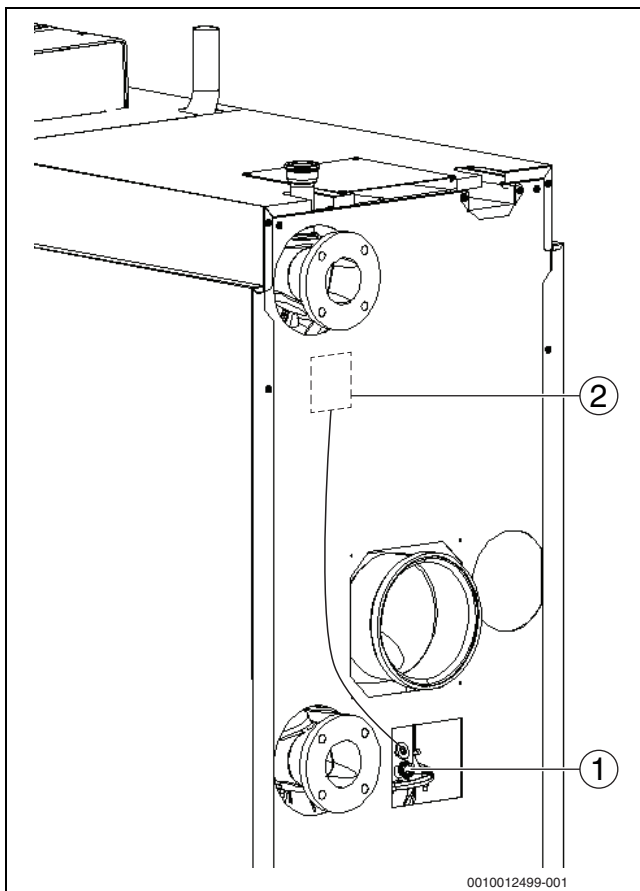

Рис. 30 Выполнение замеров (котлы 150-300 кВт)
- Введите измерительный датчик через отверстие для измерений в коллекторе дымовых газов (→ рис. 30, стр. 33), держите его в центре потока и проверьте содержание CO₂.
- Введите измерительный датчик через отверстие для измерений в дымовой трубе (→ рис. 30, стр. 33), держите его в центре потока и проверьте содержание CO₂.
► В точке проведения замеров на соединительном участке дымовой трубы котла (→ рис. 30 и 31) измерьте и внесите в протокол пуска в эксплуатацию следующие параметры (→ глава 17.6, стр. 71):